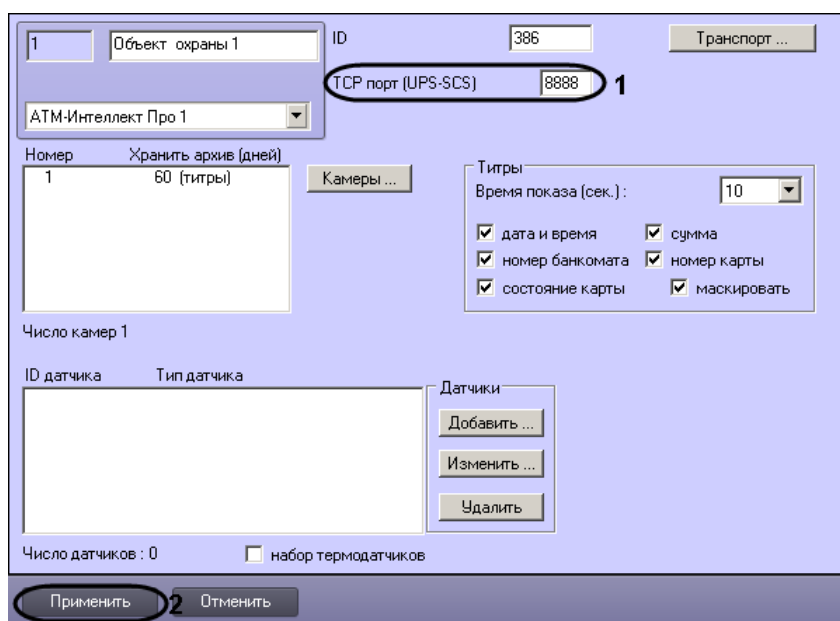

Рис. 8.4—2 Настройка порта для сообщений от ИБП и от банкоматов «Smart Card Service»
1. Перейти на панель настройки объекта **Объект охраны** (Рис. 8.4—2).
2. В поле **TCP порт (UPS-SCS)** ввести номер порта, на котором «слушаются» сообщения от ИБП и от банкоматов фирмы «Smart Card Service» (см. Рис. 8.4—2, 1).